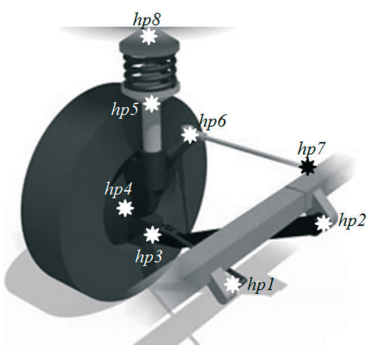

Figura 4.10 – Esquema dos *Hardpoints* a serem construídos.
O primeiro passo para a construção da geometria da suspensão é a criação dos *Hardpoints*. Dessa maneira, o modelo se torna parametrizado, facilitando, portanto, a realização de alterações geométricas, evitando assim o desenvolvimento de um novo projeto. Na Figura 4.10 é mostrado um esquema dos *Hardpoints* a serem definidos e sua respectiva representação em uma suspensão *Macpherson*.
- Para criação dos *Hardpoints* ilustrados na Figura 4.10 acesse o menu *Build*, clique em *Hardpoints* e, em seguida, clique em *New* (Figura 4.11).